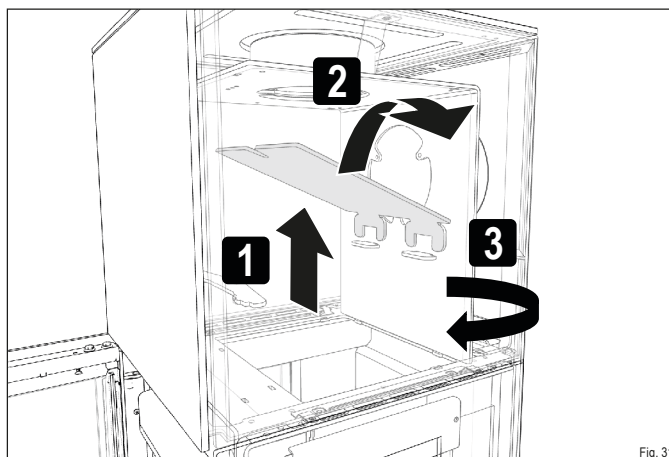

Fig. 31
- ▶ Sortez le déflecteur acier supérieur par le foyer (Fig. 31 - 32).